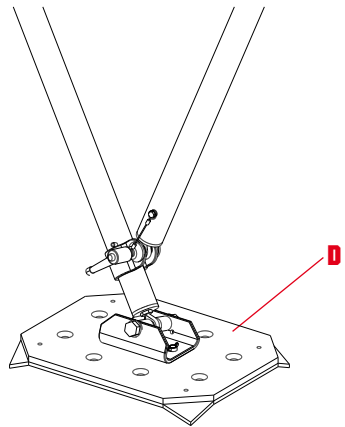

Abb. 4B
- Seite mit Haken für raue, unregelmäßige oder weiche Oberflächen (Abb. 4B),